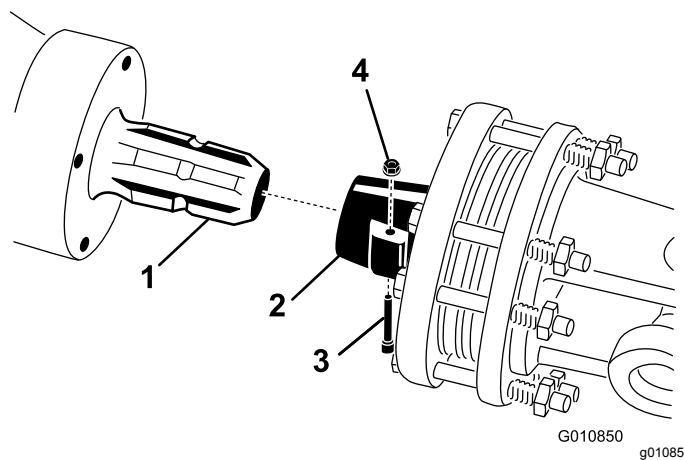

Figura 23
1. Togliete il perno e il dado dall'albero della presa di forza (Figura 23).
2. Collegate l'innesto dell'albero della presa di forza all'albero della trasmissione dell'arieggiatore per mezzo del perno e del dado precedentemente rimossi (Figura 23). Vi è un unico senso di inserimento del perno.